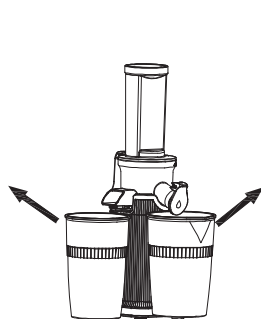

Fig 6
- 1.Retire los contenedores de zumo y pulpa. (Fig 6)